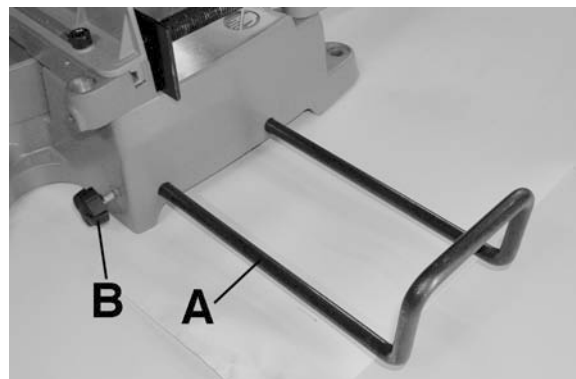

Figure 7
Avant d'utiliser la scie à onglets, il est recommandé d'utiliser les rallonges pour soutenir la pièce. Desserrez simplement le bouton de verrouillage de la rallonge (A, fig. 7), sortez la rallonge (B, fig. 7) et immobilisez-la en serrant le bouton de verrouillage (A). Répétez cette opération pour l'autre rallonge.